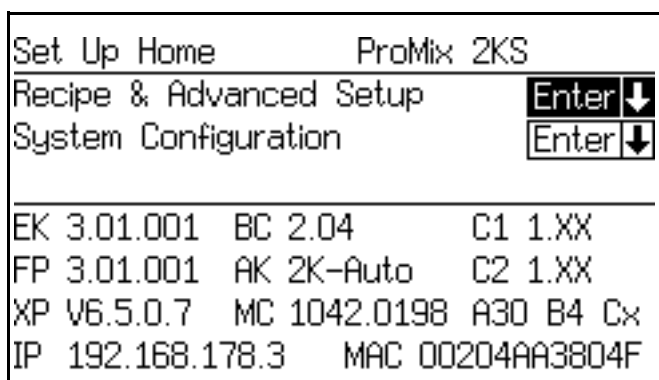

ABB. 106. Einrichtungsstartmenü
1. Drücken Sie am EasyKey die Einrichtungstaste , um das Einrichtungsstartmenü aufzurufen. Wählen Sie "System-Konfiguration", um die Konfigurationsbildschirme aufzurufen. ABB. 106.